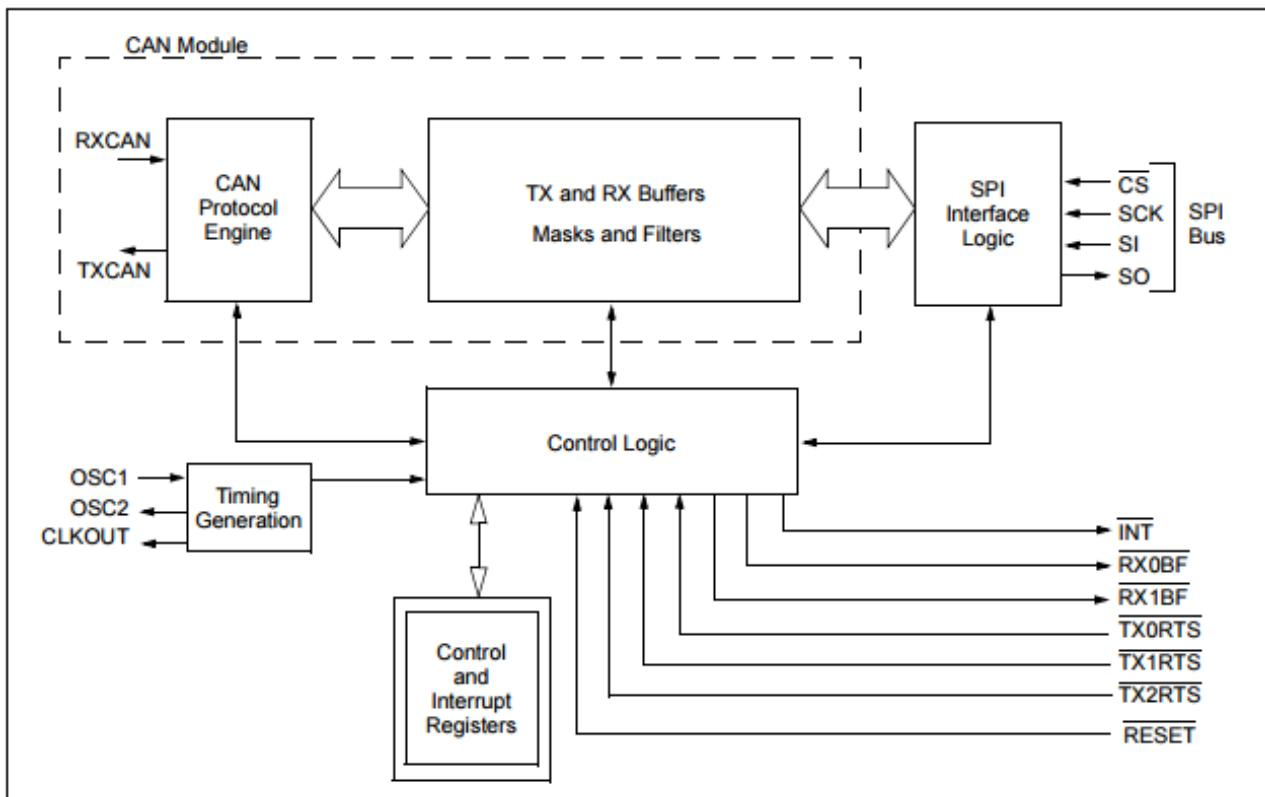

Figura 14: Diagrama bloques controlador MCP2515-I/SO
- El diagrama de bloques del controlador MCP2515-I/SO (Figura 14) es: